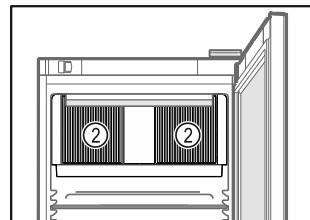

Fig. 78
- Lüftungsschlitzte Fig. 78 (2) des Umluftgebläses im Innenraum freihalten.